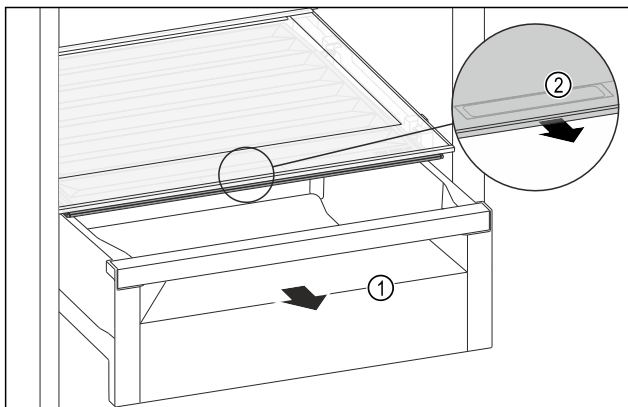

Fig. 139
- ▶ Извлеките выдвижной ящик Fig. 139 (1).
- ▶ Возьмитесь за утопленную ручку Fig. 139 (2) на крышке отделения и одновременно потяните крышку отделения вперед.